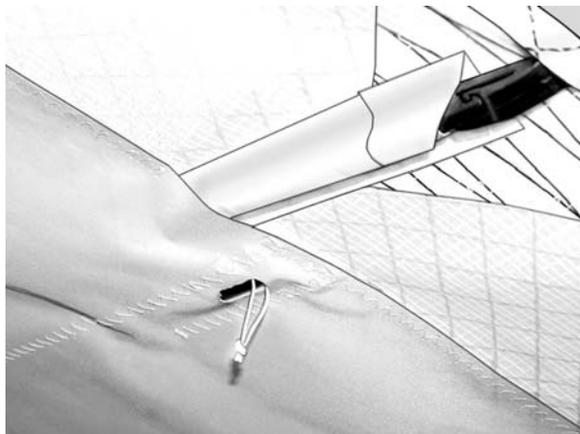

Рисунок 19
16. Установите нижние латы (Рис. 19).